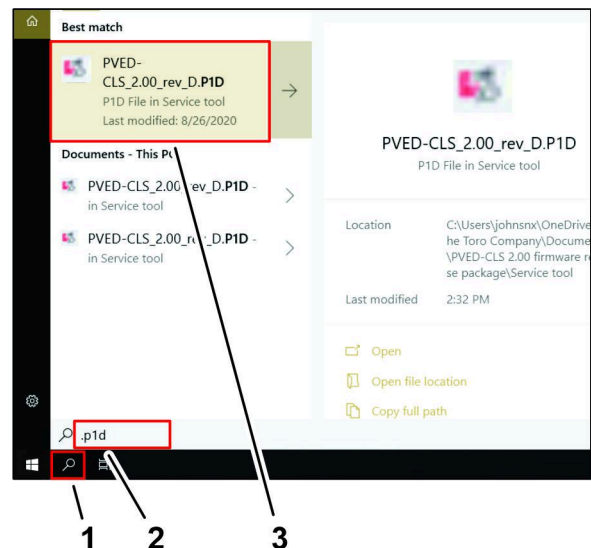

Bild 143
4. Klicken Sie in der Windows-Taskleiste auf das SUCHEN-Symbol (Bild 143).
5. Geben Sie in das SUCHFELD .P1D ein und drücken Sie die Eingabetaste (Bild 143).
6. Klicken Sie auf das Symbol PVED-CLS_2.00_rev_D.P1D (Bild 143).